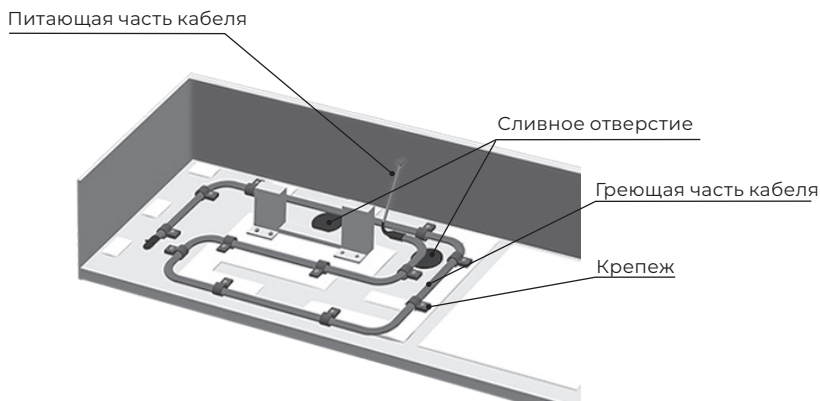

рис. 1
- Монтаж осуществляется в наружном блоке кондиционера, в вентиляторной отсеке, на днище, как показано на рис. 1.